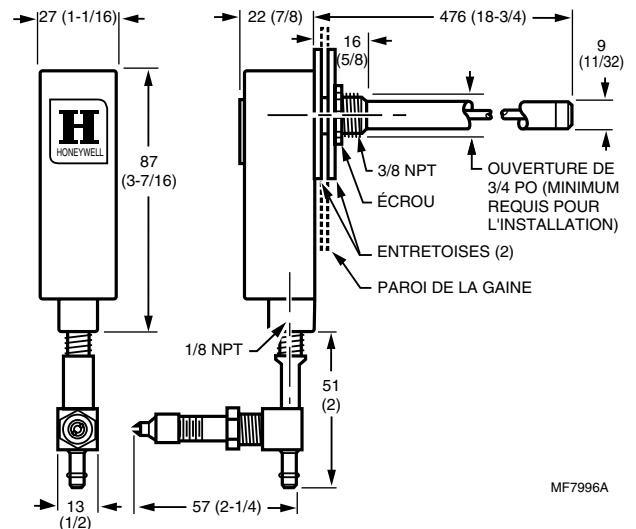

Fig. 1. Encombrement en mm (po) du LP907A.
**Encombrement :** voir la Fig. 1.